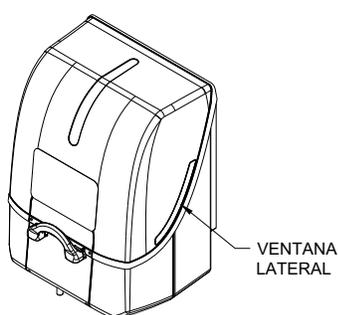

Figura 14
1. Inspeccione visualmente el estado del cartucho por las ventanas laterales del conjunto de tapa (figura 14).